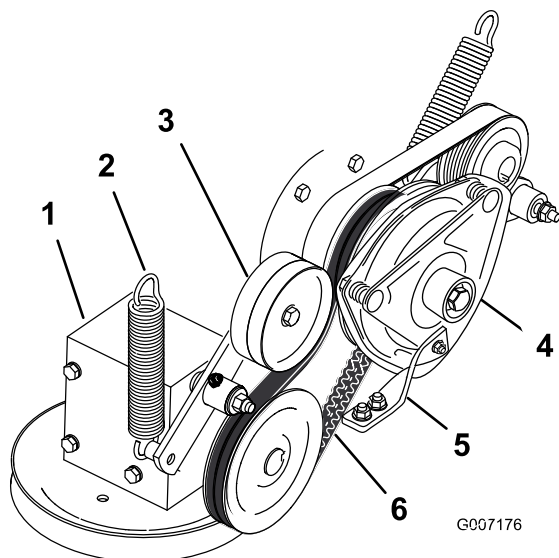

Figure 73
4. Décrochez le ressort du bras de la poulie de tension (Figure 73).
7. Montez la nouvelle courroie d'entraînement de PDF autour de la poulie d'embrayage et de la poulie du boîtier d'engrenages (Figure 73).
9. Raccrochez le ressort au bras de la poulie de tension (Figure 73).